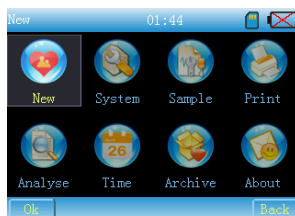

Fig. 7-5
3. **Menu** Haga clic en el icono del menú para acceder al menú principal, como en la Fig.7-5.